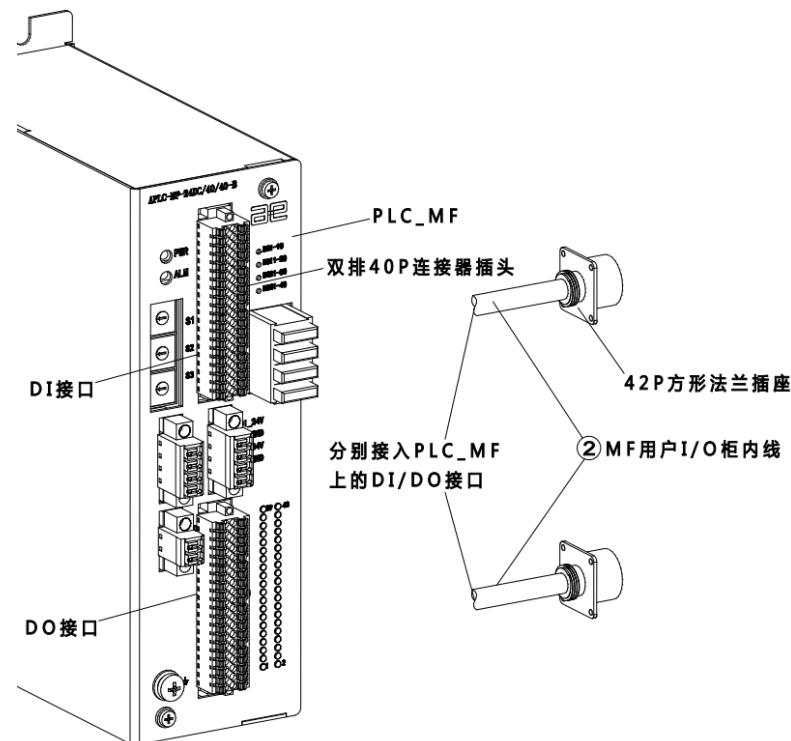

图 19-13 连接 PLC_MF 上的 DI/DO 接口
步骤3. 将②MF 用户 I/O 柜内线的另一端插在 PLC_MF 上的 DI/D0 接口上，参考图 19-13。